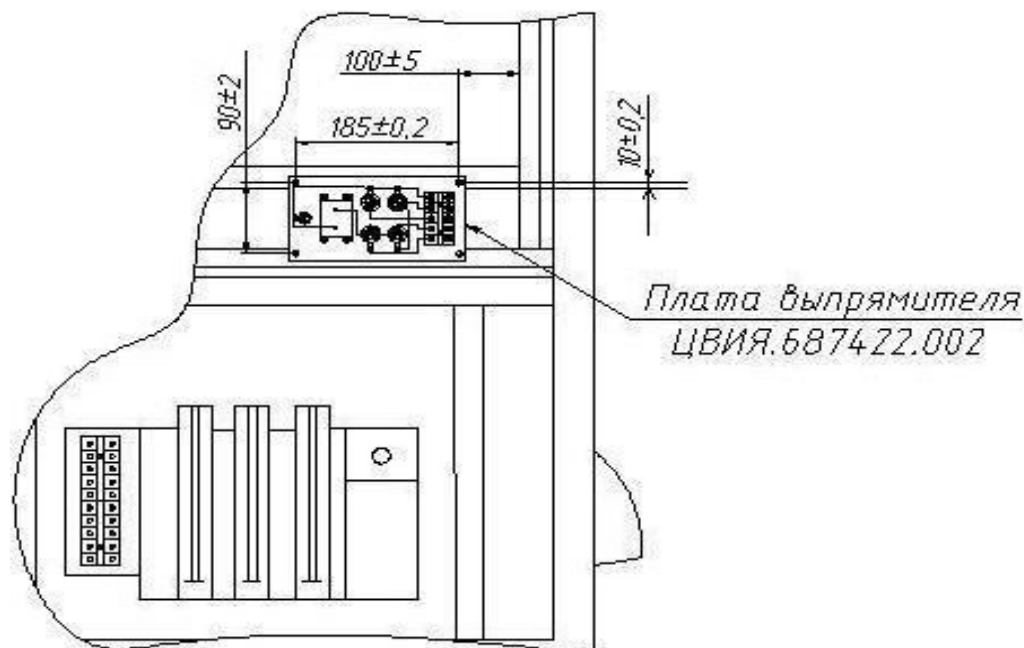

Рисунок 2.9 –Установка платы выпрямителя
- для исполнения ШГС-5805-01 установить плату выпрямителя ЦВИЯ.687422.002 согласно рисунку 2.5, просверлив четыре отверстия диаметром $(4,5\pm 0,2)$ мм (см. рисунок 2.9); плату крепить винтами ВМ4х20, гайками М4, шайбами 4;